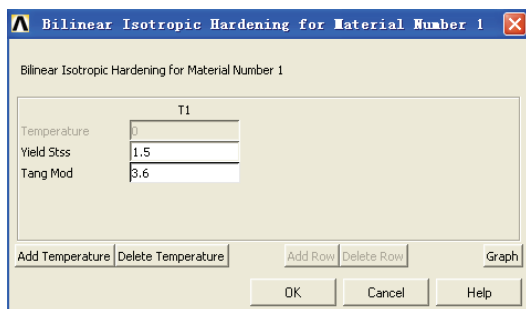

图 5-130 输入材料屈服强度和剪切模量对话框
3) 在 Material Models Available 一栏中依次单击 Structural、Nonlinear、Inelastic、Rate Independent、Isotropic Hardening Plasticity、Mises Plasticity、Bilinear 选项, 出现 Bilinear Isotropic Hardening for Material Number 1 对话框, 参照图 5-130 对其进行设置, 单击 OK 按钮关闭该对话框。